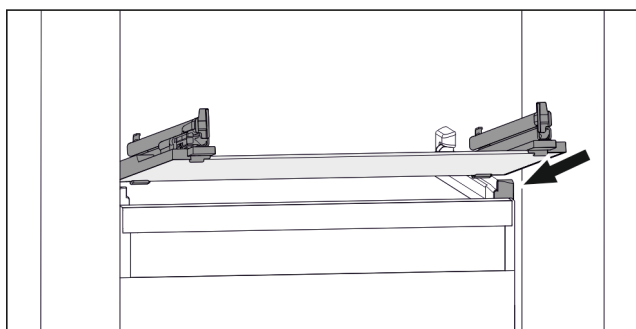

Fig. 48 Lasihyllyn esimerkinomainen kuvaus
- Aseta lasihyllly vinosti rajoittimien taakse. (katso Fig. 48)